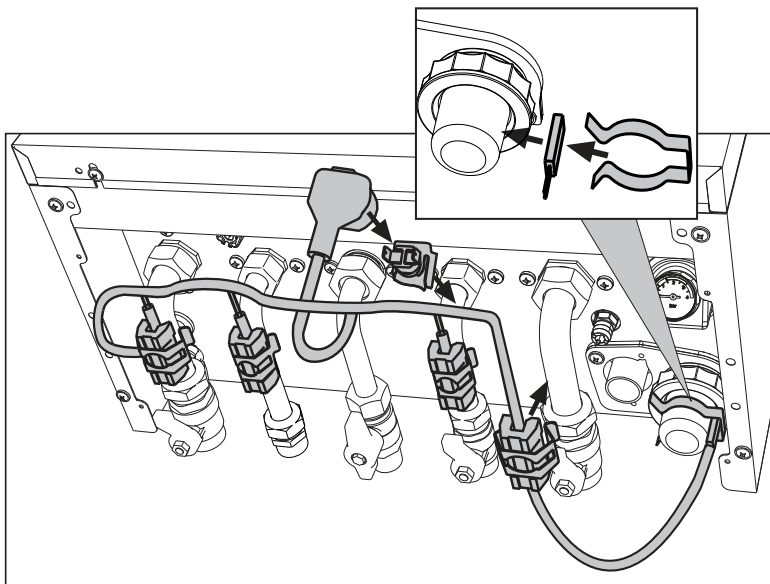

fig. 39- Kit antihielo
En caso de instalación en el exterior, en un lugar parcialmente resguardado para temperaturas inferiores a -5 °C y hasta -15 °C, se debe instalar el kit antihielo para proteger el circuito. Conecte el kit a la tarjeta electrónica mediante la conexión indicada en el esquema eléctrico de fig. 64 (288) y coloque el termostato y los calentadores en los tubos de la manera ilustrada en fig. 39 y en las instrucciones adjuntas al kit.